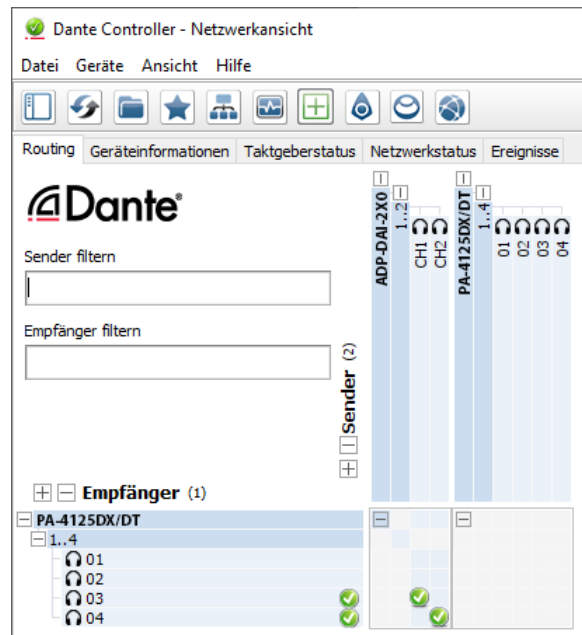

Abb. 38 Routing vom ADP-DAI-2X0 zum PA-4125DX/DT
- 1) In der Zeile eines Dante-Empfängers auf das klicken, um seine Empfangskanäle anzuzeigen und in der Spalte des gewünschten Dante-Senders auf das klicken, um seine Sendekanäle anzuzeigen (Abb. 38).